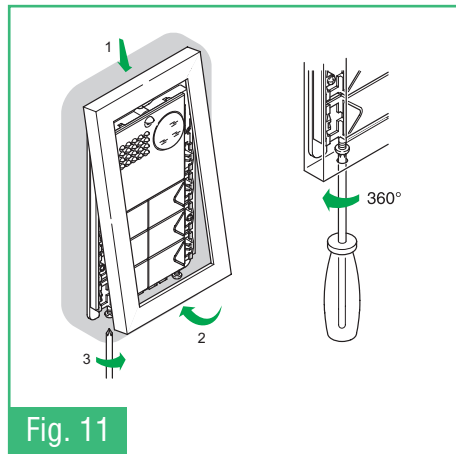

Fig. 11
- Fig. 11** Fissaggio cornice
- Fig. 11** Fixing the cornice
- Fig. 11** Fixation cadre
- Fig. 11** Bevestiging sierrand
- Fig. 11** Befestigung des Rahmens
- Fig. 11** Fijación del marco